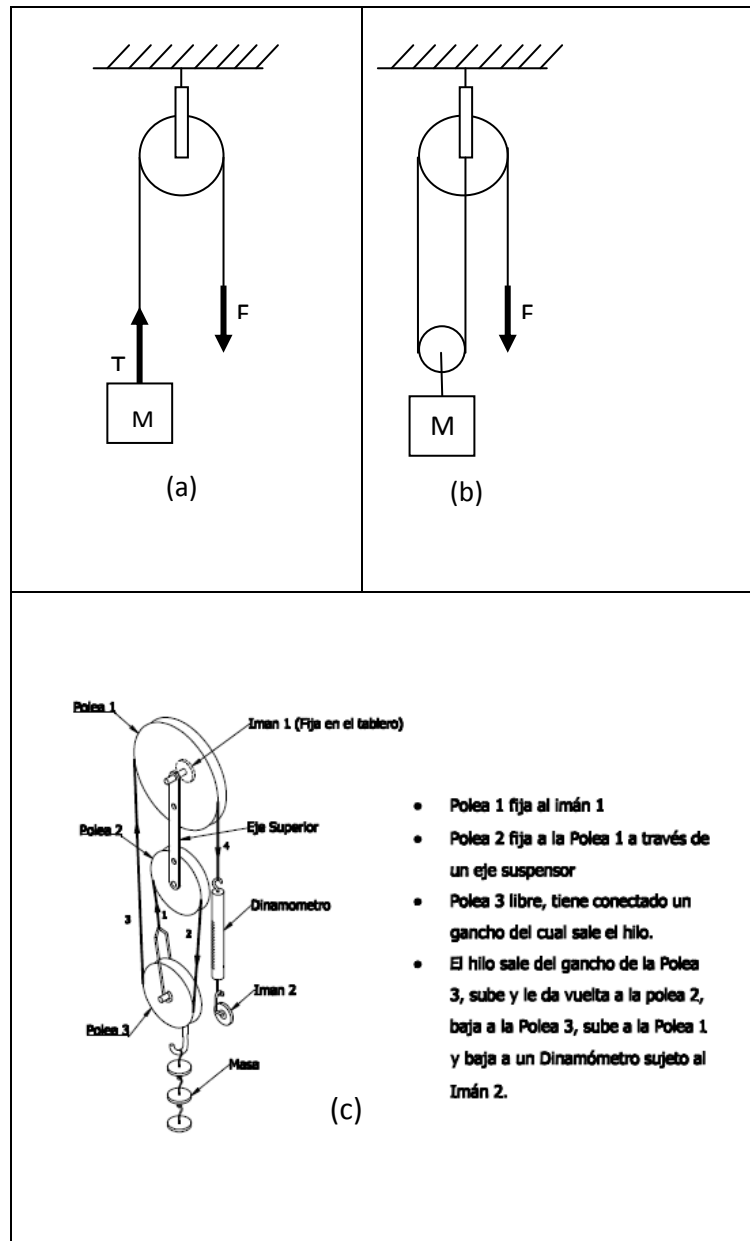

Figura 1. Representación esquemática de tres sistemas de poleas.
- 2.1 Realizar el diagrama de cuerpo libre para los diferentes sistemas de poleas de la figura 1. Suponga que tanto la polea como la cuerda carecen de masa y que la fricción es nula.
- **Poleas fijas:** tienen por función *variar la dirección de la fuerza* pero no la magnitud de esta, es decir, con este tipo de máquina se obtiene comodidad para realizar un trabajo, pero no se gana esfuerzo (Figura 1(a)). La VM es 1 y su eficiencia está determinada principalmente por el rozamiento del cojinete.
- **Poleas móviles:** tienen la ventaja de ahorrar esfuerzo, debido a que el peso del objeto a mover es repartido entre las dos ramas de la cuerda. Según esto, al momento de tirar del extremo de la cuerda, será aplicada una fuerza que corresponde aproximadamente a la mitad del peso de la carga. Por ejemplo, si se tiene una polea fija y otra móvil la $VM=2$ (Figura 1(b)).
Monte cada uno de los sistemas de poleas mostrados en la Figura 1 y para cada uno realice el siguiente procedimiento:
1. Mida con sus respectivas incertidumbres expandidas la masa M que va colgar en cada uno de los sistemas de poleas de la figura 1; para ello utilice la balanza electrónica y realice tres mediciones de la masa, obteniendo el promedio de la misma.
3. Cuelgue cada masa M como se muestran en la figura 1. El extremo libre de la cuerda átelo al dinamómetro. Mida la fuerza que se realiza sobre la máquina para que se encuentre en equilibrio, calculando su respectiva incertidumbre expandida (tolerancia del dinamómetro 1%). Para cada experimento tome por lo menos cinco datos de la fuerza para luego hacer un promedio.